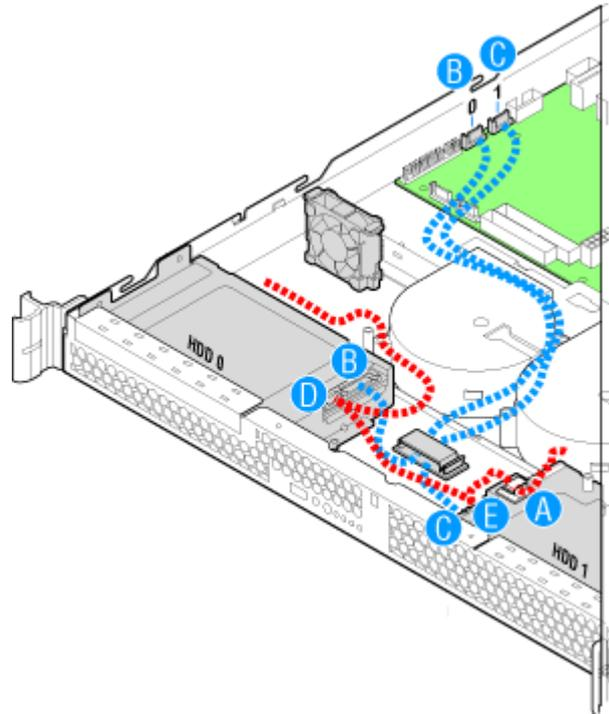

Figure 120: Branchement de l'alimentation du disque dur et des câbles de transmission des données
- HDD1 uniquement : Acheminez le cordon d'alimentation dans le collier situé au-dessus du support de disque dur. Reportez-vous à la lettre "A" dans Figure 120.
- Si un disque dur est installé dans le support HDD0, branchez le câble de transmission des données HDD0 au connecteur SATA 0 sur la carte du serveur. Reportez-vous à la lettre "B" dans Figure 120.
- Si un disque dur est installé dans le support HDD1, branchez le câble de transmission des données HDD1 au connecteur SATA 1 sur la carte du serveur. Reportez-vous à la lettre "C" dans Figure 120.
- Si un lecteur de disque dur est installé dans le support HDD1, fixez le connecteur sur le câble d'alimentation en série qui est le plus proche de l'alimentation du connecteur HDD1. Reportez-vous à la lettre "E" dans Figure 120.
- Si un lecteur de disque dur est installé dans le support HDD0, fixez le connecteur central sur le câble d'alimentation en série du connecteur d'alimentation HDD0. Reportez-vous à la lettre "D" dans Figure 120.